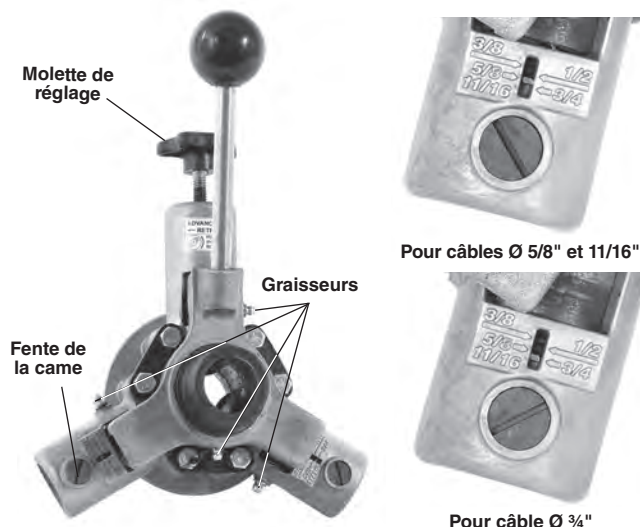

Figure 9 – Vérification du réglage du système AUTOFEED
Pour qu'il fonctionne correctement, le système AUTOFEED doit être réglé en fonction de la section de câble utilisée. Ce réglage se fait en alignant l'encoche des cames sur l'indication de section de câble correspondante comme indiqué à la Figure 9.
2. Servez-vous d'un tournevis à tête plate pour tourner les deux cames (Figure 9). Utilisez le repère $5/8"$ lors de l'utilisation d'un câble $\varnothing 1 1/16"$.
5. Si l'appareil est équipé du système AUTOFEED, confirmez que ce dernier est réglé pour recevoir la section de câble utilisé (Figure 9).